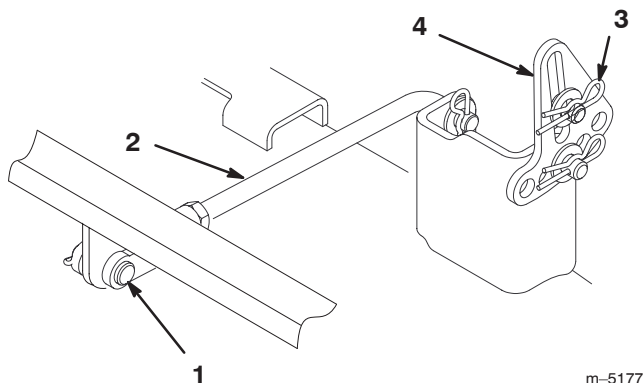

Figure 46
- Retirez la goupille fendue et l'axe de chape de la tige du tourillon arrière (Fig. 46) de chaque côté du plateau de coupe.
- Enlevez la goupille fendue et la rondelle des pattes de mise à niveau (Fig. 46) de chaque côté du plateau de coupe. Notez le trou de montage de la patte de mise à niveau en prévision de la repose. Dégagez les pattes de l'axe de montage.
- Fixez le tourillon arrière à la machine à l'aide de l'axe de chape et de la goupille fendue (Fig. 46) de chaque côté du plateau de coupe.
- Glissez les pattes de mise à niveau sur les axes de montage et fixez-les à l'aide des rondelles et des goupilles fendues (Fig. 46).